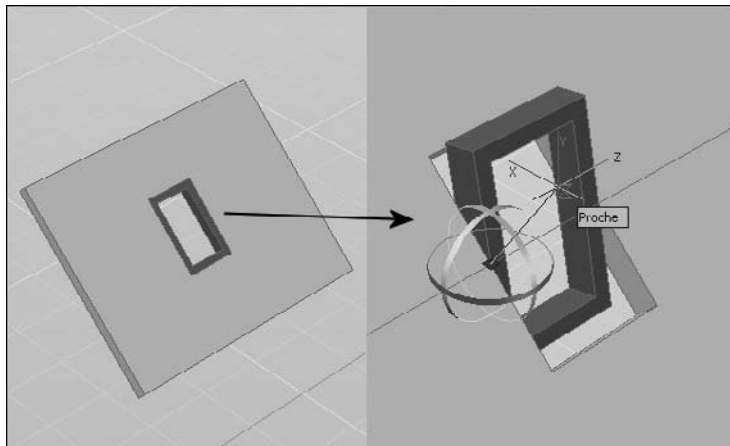

Fig.20.33
- 7 Cliquez ou entrez une valeur pour spécifier l'angle de rotation (fig.20.33).